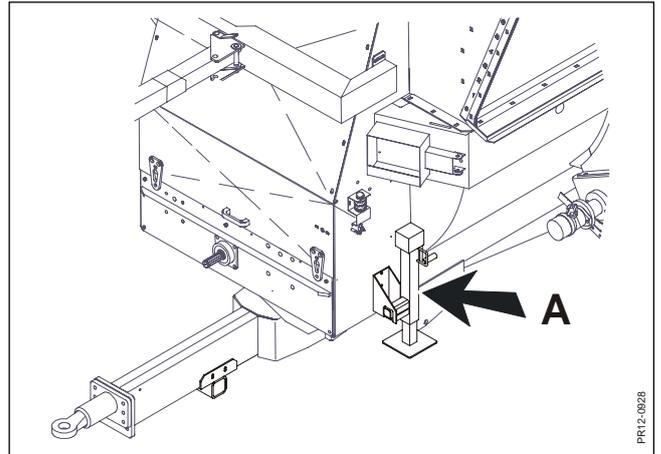

Fig. 4.10
- Fig. 4.10** Toujours placer la béquille dans le support (A) pendant le transport.